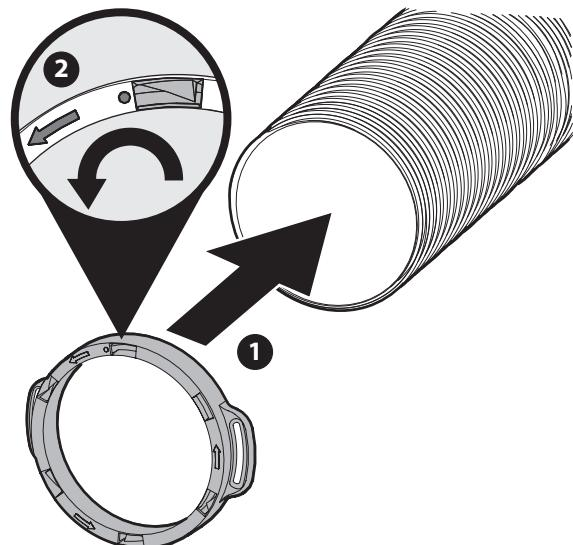

Figure 24
2. Placez l'anneau (731-12353A) sur l'extrémité libre du tube en vous assurant d'aligner le début des rainures du tube avec l'ouverture à côté du point saillant. Voir l'encadré de la Figure 24.